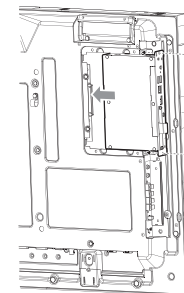

Abbildung 2
3. Stecken Sie die Zusatzplatte in den Monitor ein (**Abbildung 2**).